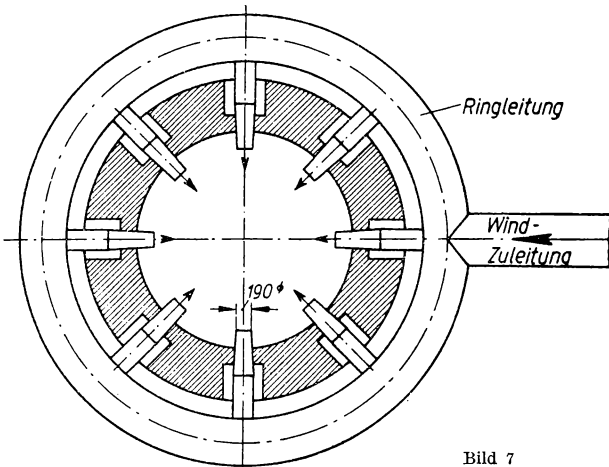

Bild 7
30. Ein Hochofen erhält den Gebläsewind durch eine Rohrleitung zugeführt, welche den Ofen nach Bild 7 ringförmig umfaßt und acht Blasrohre (sogenannte „Windformen“) von  $190 \text{ mm}$  lichter Austrittsweite speist. Die Tagesleistung des Ofens bei gleichmäßigem 24stündigem Betriebe beträgt  $500 \text{ t}$  Roheisen. Zur Erzeugung von  $100 \text{ kg}$  Eisen sind  $280 \text{ m}^3$  Wind erforderlich. a) Welche Windmenge ist dem Ofen sekundlich zuzuführen? b) Welchen Innendurchmesser muß das Zuleitungsrohr erhalten bei einer Windgeschwindigkeit von  $30 \text{ m/s}$ ? c) Mit welcher Geschwindigkeit wird der Wind in den Ofen ein-geblasen?